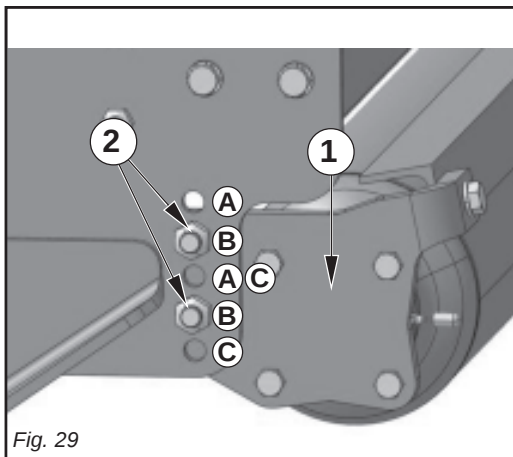

Fig. 29
La macchina è fornita di rullo posteriore (1 Fig. 29) e raschifango regolabile manualmente. Per regolare il rullo procedere come segue:
- Togliere i bulloni (2 Fig. 29).
The machine is equipped with a rear roller (1 Fig. 29) and a manually adjusted mud scraper. Proceed in the following way to adjust the roller:
- Remove the bolts (2 Fig. 29).
Le machine est équipé d'un rouleau arrière (1 Fig. 29) et racleur de boue réglable manuellement. Pour régler le rouleau procéder de la manière suivante:
- Enlever les boulons (2 Fig. 29).
Der Maschine ist mit einer hinteren Walze (1 Abb. 29). In der äußeren Stellung ist ein von Hand zu betätigender Schlammabkratzer vorhanden. Zur Walzeneinstellung wie folgt verfahren:
- Die entfernten Mutterschrauben (2 Abb. 29).
La máquina está dotada de un rodillo trasero (1 Fig. 29) y rascador de fango regulable manualmente.
- Quitar los pernos (2 Fig. 29).